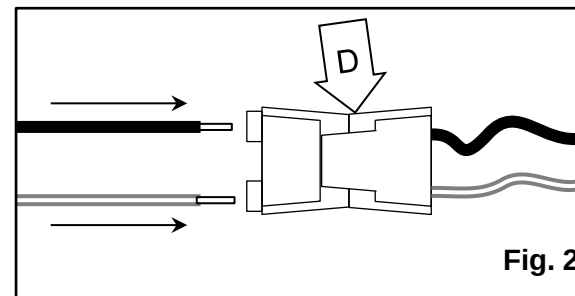

Fig. 2
3. Ouvrez la **plaque d'accès** (B) et passer les **fils d'alimentation** par le **entrée** (C). Insérer les **fils d'alimentation** dans le **connecteur rapide** (D) en alignant le **fil d'alimentation noir** avec le **fil noir de luminaire** et le **câble d'alimentation blanc** avec le **fil blanc de luminaire**. [Fig.2]